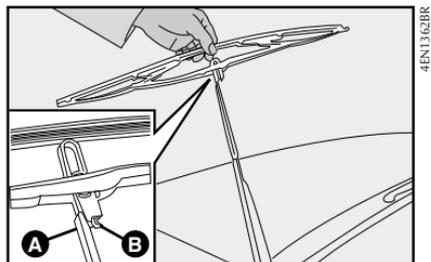

fig. 13
Sustitución de las escobillas del limpiaparabrisas fig. 13
2) Quite la escobilla apretando la traba **B**-fig. 13 en el brazo **A** y simultáneamente empujándola hacia abajo; después desenganche la escobilla del brazo **A**.